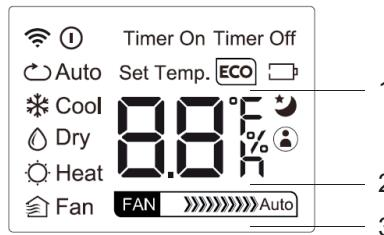

fig. 6 -
1. Functionamento "ECO" (parte 1 "fig. 6 -") (o visor da unidade interior mostra a mensagem "E-C-O" com as letras que aparecem uma após a outra, seguidas da indicação da temperatura definida)
2. Funcionamento SLEEP (porm.2 "fig. 6 -")
3. Funcionamento "FOLLOW ME" (porm.3 "fig. 6 -")